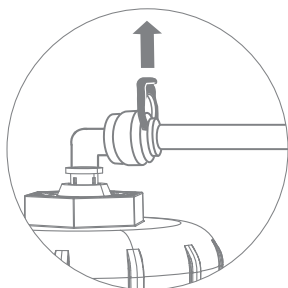
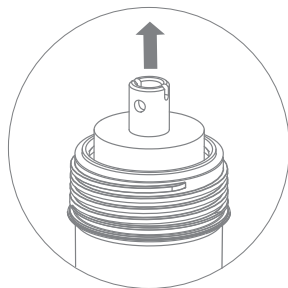

Рис. 24
Рис. 25
3. Отсоедините стопорную клипсу, фиксирующую цангу (рис. 24). Отсоедините трубку, удерживая цангу прижатой к корпусу (см. раздел «Удаление заглушек и отсоединение трубок» (стр. 8)). При необходимости отсоедините все трубки от корпуса мембраны и извлеките его из корпуса фильтра.
4. Открутите крышку корпуса мембраны (рис. 24), извлеките отработанную мембрану (рис. 25).